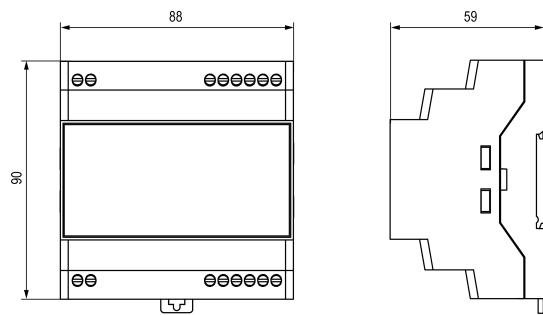

Рисунок 4.11 – Габаритные размеры корпуса Д
- Подготовить место на DIN-рейке для установки прибора с учетом размеров корпуса (см. рисунок 4.11).